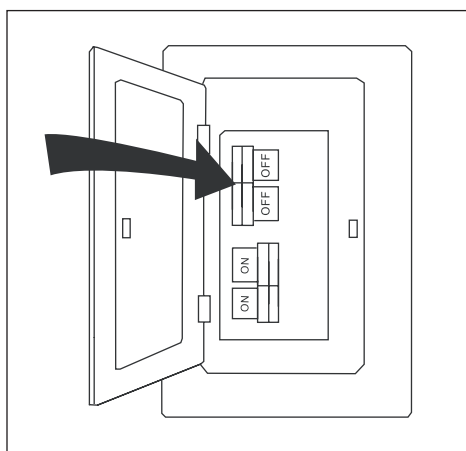

Figura 1.1
1. Gire las soportes de circuito y el interruptor de pared hacia los conductores de la línea de suministro del ventilador (Figura 1.1).